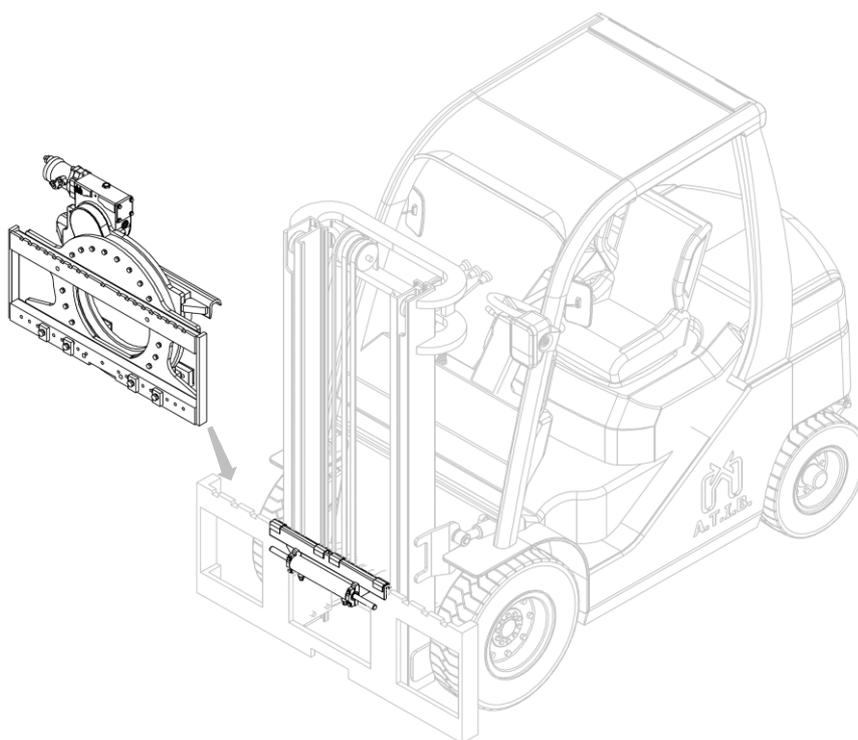

Figura 10
7. Enganche el equipo desde el punto de agarre superior y con un puente grúa colóquelo en el doble gancho, cuidando de colocarlo correctamente (mira *Figura 10*).